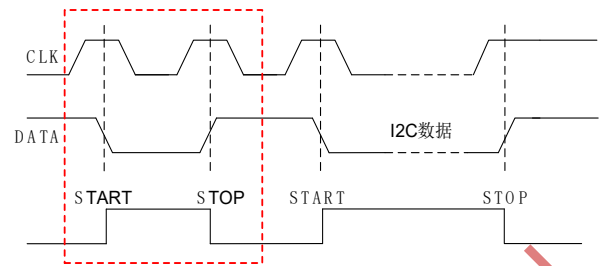

图 4
2. 为防止模块初始化过程芯片误判断 Start 信号导致数据读取错误，建议配置 I2C 程序时在发送数据包前先发送一个启停信号，如图 4 所示。